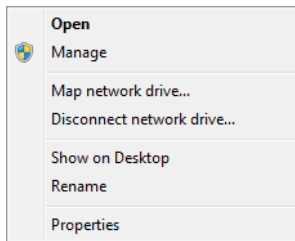

Рис. 7-24 Контекстное меню Компьютер (Windows 7)
2. В контекстном меню щелкните **Управ.** (см. Рис. 7-24 на стр. 226).